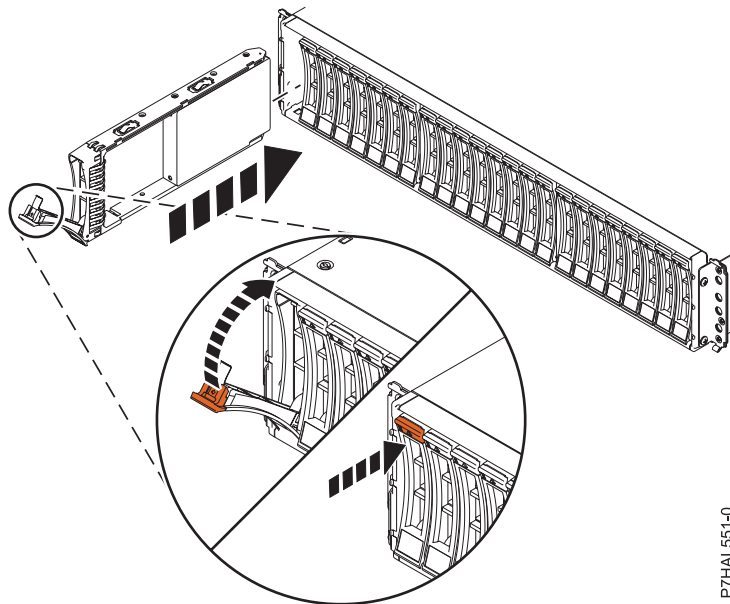

Figure 7. Installation de l'unité de disque dans le boîtier d'unité de disque 5887
1. Avec la poignée en position déverrouillée, comme illustré à la figure 7, maintenez l'unité par le dessous pour l'aligner avec les rails de guidage dans l'unité d'extension.